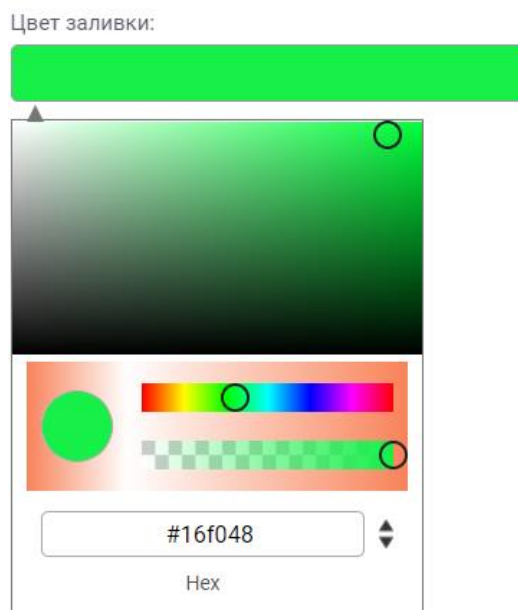

Рис. 274 – Поле «Цвет заливки». Палитра
- **Цвет заливки** – для выбора цвета заливки необходимо воспользоваться палитрой, открываемой кликом по данному полю (Рис. 274);